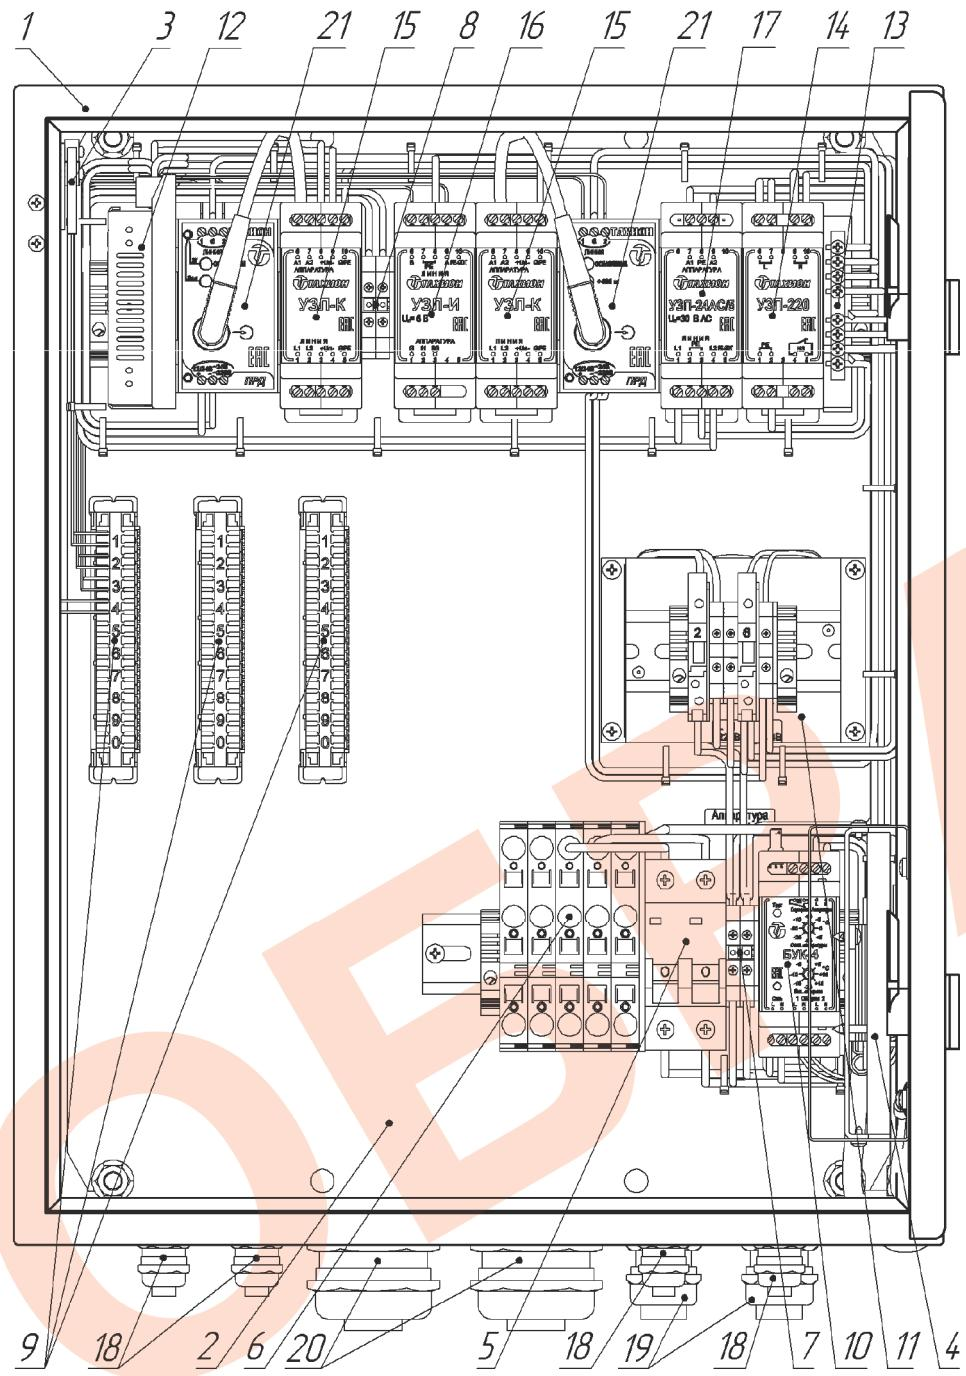

Рис. 2. Устройство термошкафа (дверь открыта на 90°)
- подключить ТВК к УЗЛ-К с помощью кабеля КВК-П-3 и разъема РС-10 согласно схеме (рис.2).